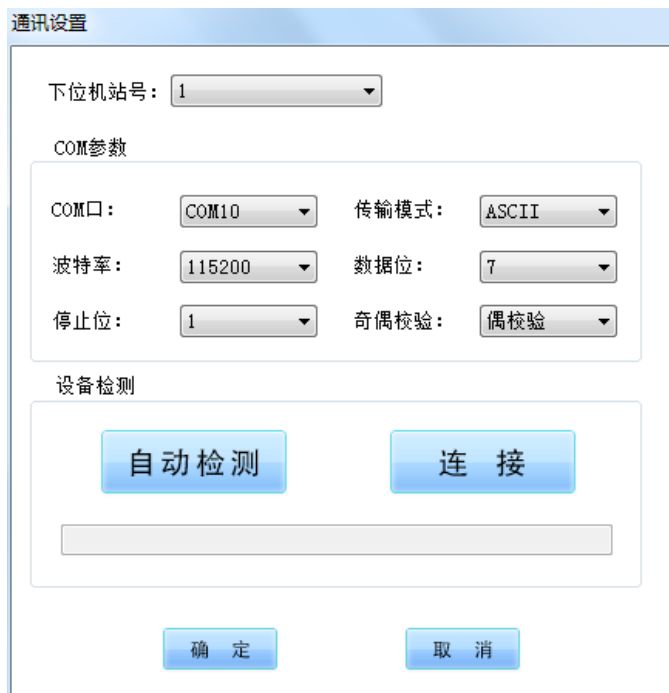

图 2-2 RS485 通讯连接窗口
- ①工具栏
- ②程序主功能区
- ③最小化及关闭按钮
2) 下一步需连接设备，用户可点击工具栏【设置】->【RS485 通讯连接】，当用户点击【RS485 通讯连接】，将弹出如下连接窗口，如图 2-2 所示。